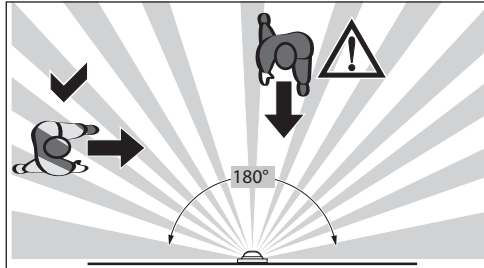

Bild 6: Bewegungsrichtung und Erfassung
- Bewegungsrichtung beachten: Unterschieden wird zwischen „darauf zugehen“ und „quer gehen“. Bewegungsmelder können besser erfasst werden als Bewegungen auf den Bewegungsmelder zu (Bild 6).